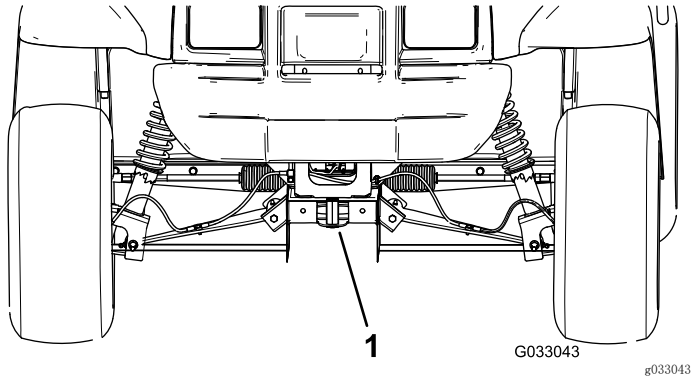
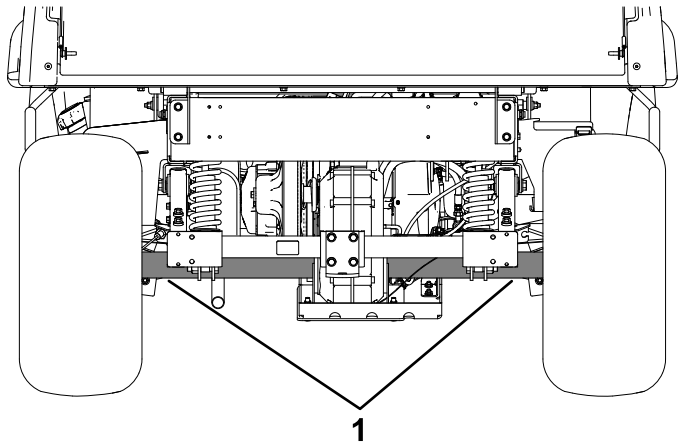

图 17
图 18
请参阅图 17 和图 18，查看机器栓系点的位置。
2. 将拖绳系在机器机架前面的牵引杆上（图 17）。